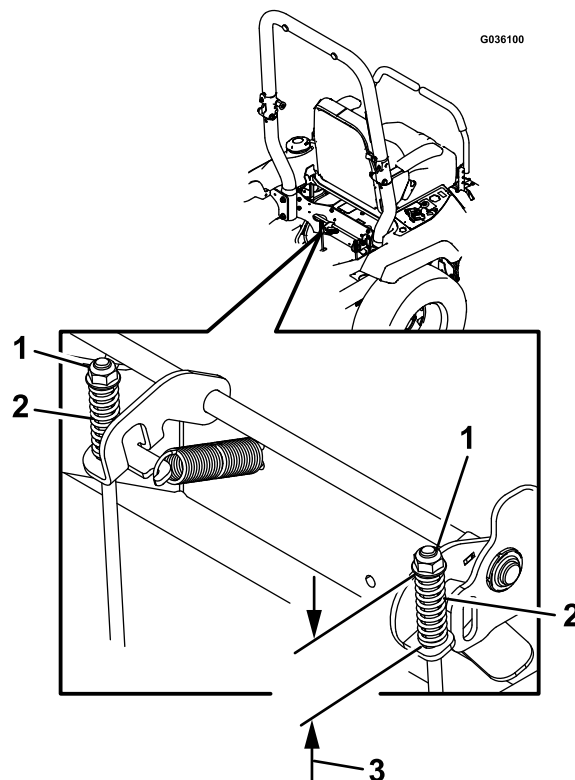

Figure 61
8. Contrôlez les deux longueurs de ressort comme montré à la Figure 61. Si un réglage est nécessaire, tournez l'écrou supérieur dans le sens horaire pour raccourcir le ressort, et dans le sens antihoraire pour l'allonger.